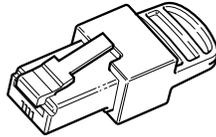

Figure 2-12 Terminateur de réseau
- Termineurs du réseau (voir Figure 2-12) - le réseau Xanbus doit être correctement équipé de bornes à chaque extrémité pour garantir la qualité du signal de communication.